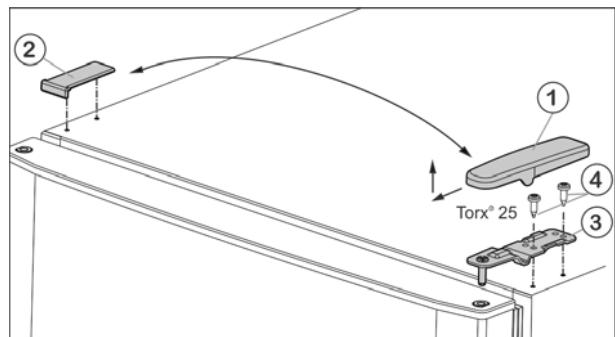

Fig. 5
- ▶ Потяните крышку Fig. 5 (1) вперед и вверх.
- ▶ Снимите крышку Fig. 5 (2).
- ▶ Открутите верхний опорный кронштейн Fig. 5 (3) (2 шт. Torx® 25) Fig. 5 (4) и вытяните вверх.
- Установите верхнюю дверцу на средний опорный кронштейн (13).
- Установите верхний опорный кронштейн Fig. 5 (3) на новой стороне шарнира и защелкните в дверце.
- Привинтите верхний опорный кронштейн **(с моментом 4 Нм)** (2 шт. Torx® 25) Fig. 5 (4). При необходимости используйте аккумуляторный шуруповерт.
- Наденьте и защелкните крышку Fig. 5 (1) на противоположной стороне снаружи.
- Также наденьте сверху и защелкните крышку Fig. 5 (2) на противоположной стороне.